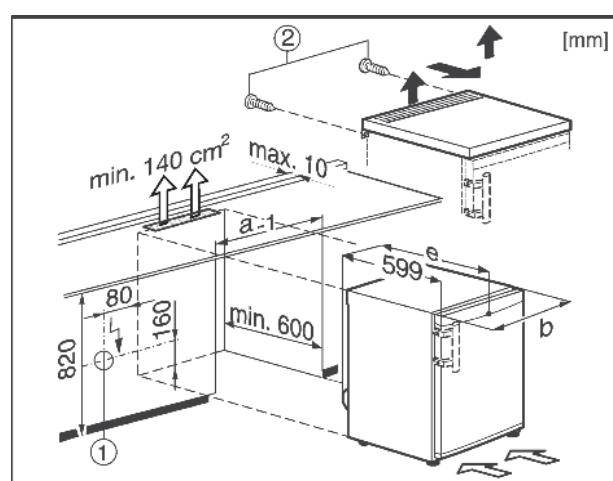

Fig. 9
Розетка Fig. 9 (1) при этом должна располагаться не у задней стенки устройства и быть легко доступна.
► Удалите болты Fig. 9 (2) на задней стенке.